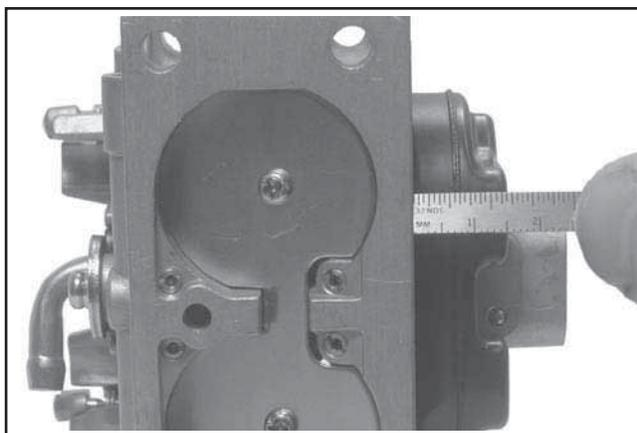

Figure 5-20. Vérification de la hauteur du flotteur.
8. Le bon réglage de la hauteur du flotteur correspond à **17 mm (0,669 pouces) ± 1,5 mm (0,059 pouces)**, mesurée du fond du flotteur au corps du carburateur. Voir la Figure 5-20. Remplacer le flotteur si la hauteur diffère du réglage spécifié. **NE PAS** essayer de la régler en pliant l'ailette du flotteur.